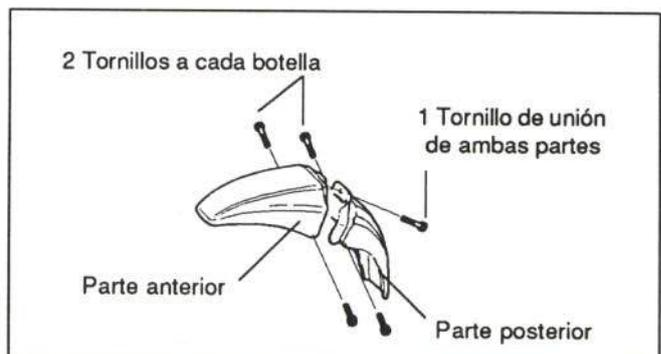

Figura 20.- Unión del guardabarros delantero
Formado por dos piezas, en la figura 20 se indica la unión de cada una de ellas.
- Guardabarros delantero (figura 20)